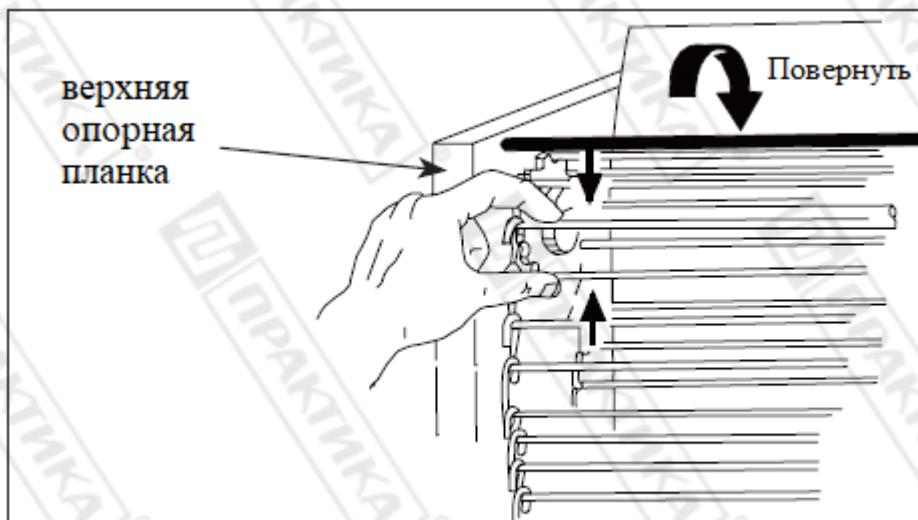

Рисунок 1
- после удаления звена цепи натяните крюк вниз и убедитесь, что звено цепи находится в канавке звездочки, после этого снова соедините два конца цепи (рисунок1).